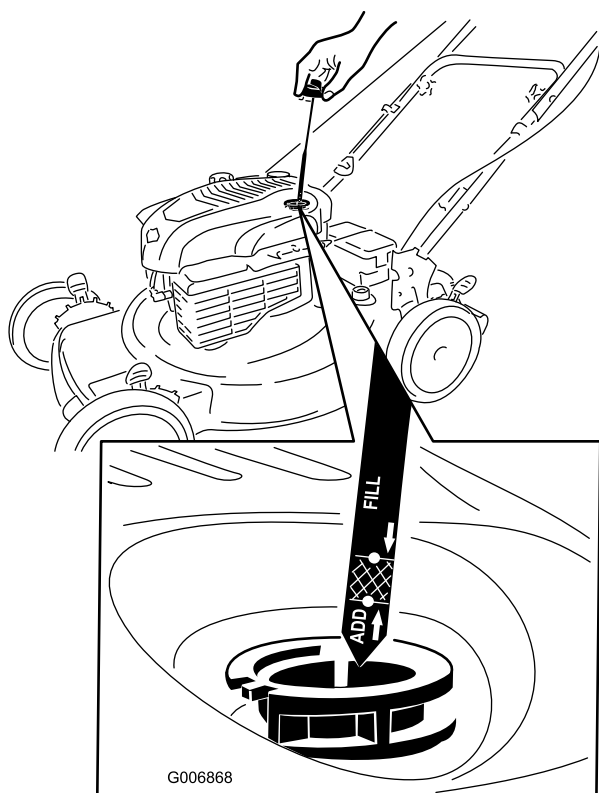

Figure 26
2. Retirez la jauge (Figure 26).
4. Versez de l'huile **lentement** dans le goulot de remplissage pour faire monter le niveau de liquide jusqu'au repère du **plein** (Full) sur la jauge (Figure 26). **Ne remplissez pas excessivement.** (Remplissage max. : 0,59 l, type : huile détergente SAE 30 de classe de service API SF, SG, SH, SJ, SL ou supérieure.)